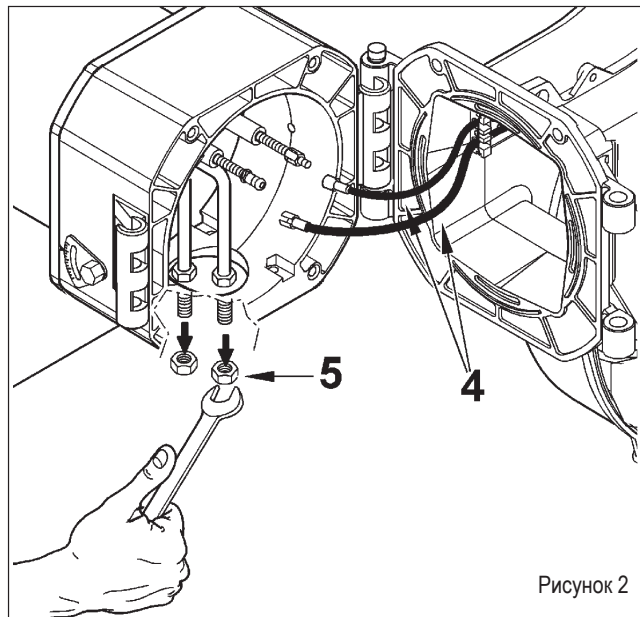

Рисунок 2
- Сняв провода розжига (4) с соответствующих электродов, открутите полностью 2 стопорные гайки (5) с узла смесителя (рис.2).